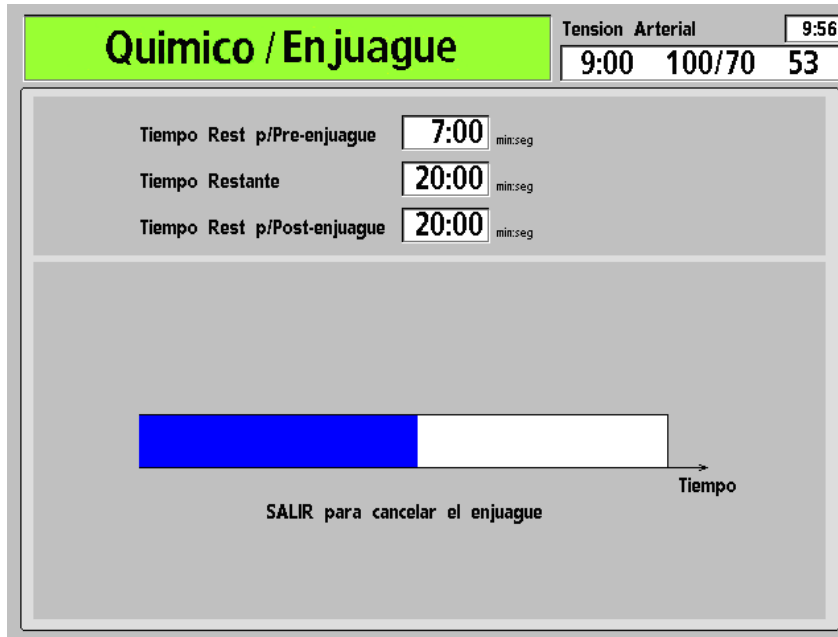

Figura 61 – Pantalla “Enjuague Químico”
4. La pantalla “Químico/Enjuague” aparece (vea Figura 61). El progreso del programa de desinfección es indicado por la barra horizontal. El programa comienza con un preenjuague de 45 segundos. Se muestra el mensaje “Espere, Enjuagando líneas” en el cuadro de estado.